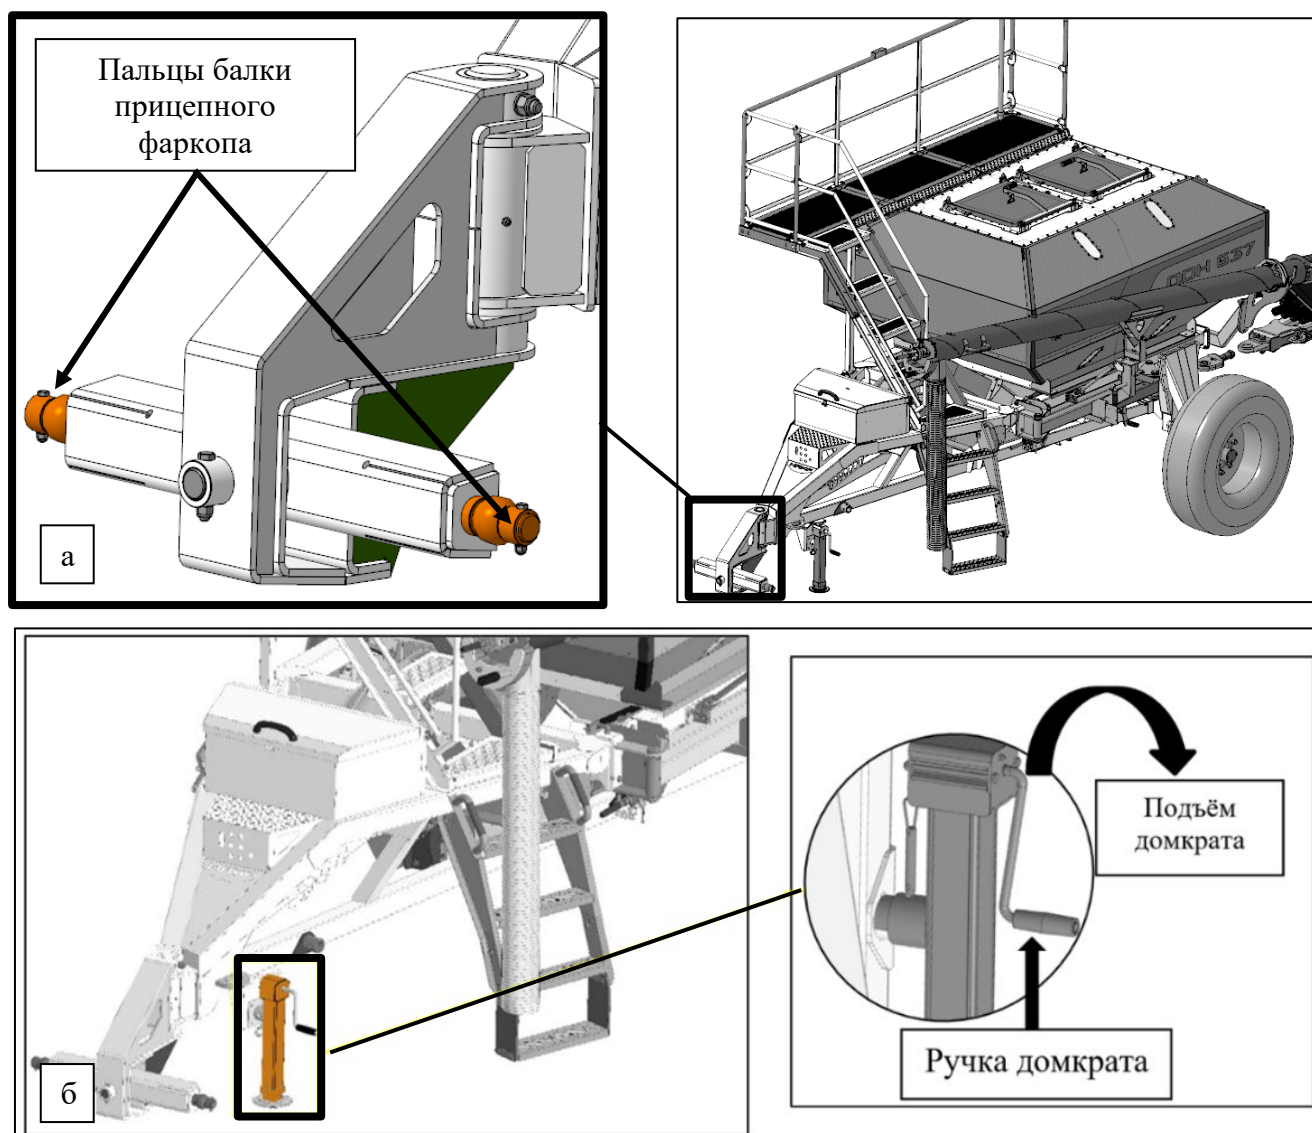

Рисунок 39 – Прицепное устройство бункера:
1. Установите шаровые шарниры на пальцы балки прицепного фаркопа бункера, рис. 39 а.
3. С помощью домкрата выровняйте положение балки прицепного фаркопа бункера с нижними тягами навесного устройства трактора, рис. 39 б.